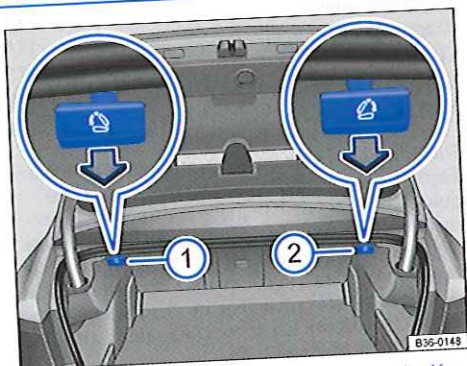

Fig. 116 Dans le coffre à bagages : levier de déverrouillage à distance pour les parties gauche ❶ et droite ❷ du dossier de banquette arrière.
- Tirez dans le sens de la flèche le levier de déverrouillage à distance pour le dossier de banquette arrière gauche ⇒ **fig. 116 ❶** ou droit ❷. La partie déverrouillée du dossier de banquette arrière se rabat automatiquement vers l'avant.